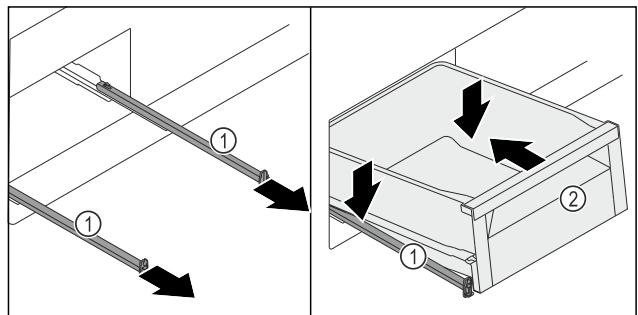

Fig. 127
- Sortir les rails Fig. 127 (1).
- Maintenir les rails *Fig. 127 (1)* et installer le tiroir *Fig. 127 (2)* incliné du haut sur les rails *Fig. 127 (1)*.
- Pousser le tiroir *Fig. 127 (2)* sur les rails *Fig. 127 (1)* vers l'arrière jusqu'en butée.